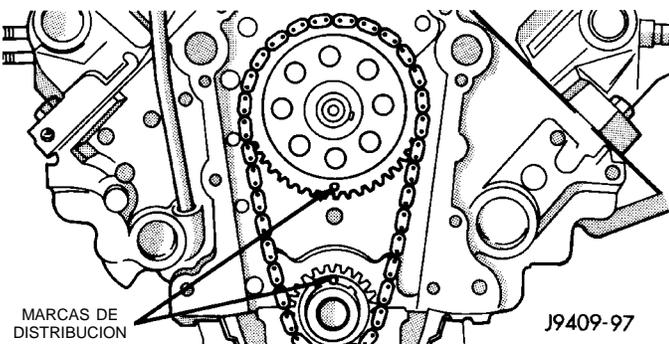

Fig. 6 Alineación de las marcas de distribución
- (4) Si el movimiento es superior a 3,175 mm (1/8 pulg.), instale una cadena de distribución nueva.
- (5) Si la cadena no es satisfactoria, retire el perno de sujeción de la rueda dentada del árbol de levas y retire la cadena de distribución junto con las ruedas dentadas del cigüeñal y del árbol de levas.
- (6) Coloque la rueda dentada del árbol de levas y la del cigüeñal en el banco, situando las marcas de distribución en una línea central imaginaria exacta a través de los huecos del árbol de levas y del cigüeñal.
- (7) Coloque la cadena de distribución alrededor de ambas ruedas dentadas.
- (8) Haga girar el cigüeñal y el árbol de levas para alinearlos con la ranura de chaveta en la rueda dentada de cada uno ellos.
- (9) Levante las ruedas dentadas y la cadena (mantenga las ruedas dentadas contra la cadena en posición tal como se describe).
- (10) Deslice uniformemente ambas ruedas dentadas sobre sus respectivos ejes y utilice una regla de trazar para verificar la alineación de las marcas de distribución (Fig. 6).